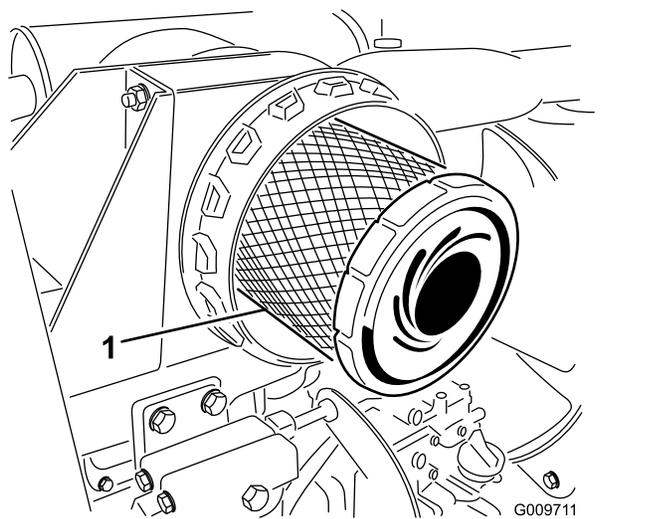

図 29
3. 1次フィルタ **図 29** を取り外して交換する。